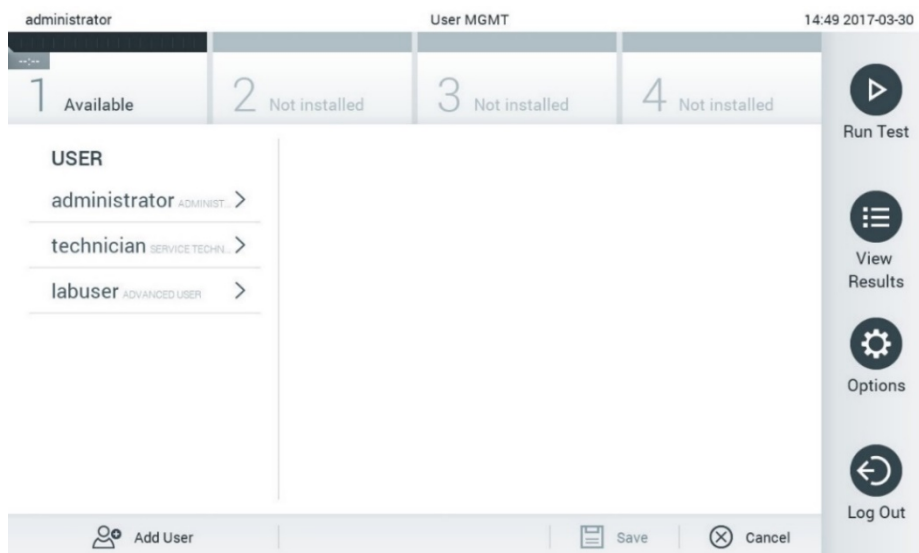

Figura 59. Ecranul User Management (Gestionarea utilizatorilor).
1. Apăsați butonul **Options** (Opțiuni), apoi butonul **User Management** (Gestionarea utilizatorilor) pentru configurarea utilizatorilor. Ecranul **User Management** (Gestionarea utilizatorilor) apare în zona de conținut a afișajului (Figura 59).